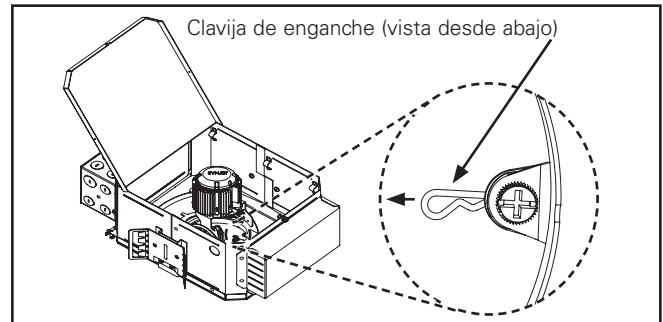

Figura 21.
3. Extraiga la clavija de enganche del tornillo de bloqueo de giro (Figura 21.). Utilice un destornillador pequeño de cabeza ranurada o pinzas de punta de aguja. Retenga la clavija de enganche para volver a colocarla.